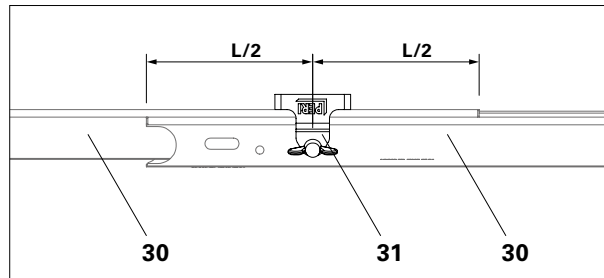

Abb. A5.06
Mit dem Bordblech Ausgleich UPY-L (31) und zwei Bordblechen UPY (30) kann ein in der Länge stufenlos verstellbares Bordblech montiert werden. (Abb. A5.06)